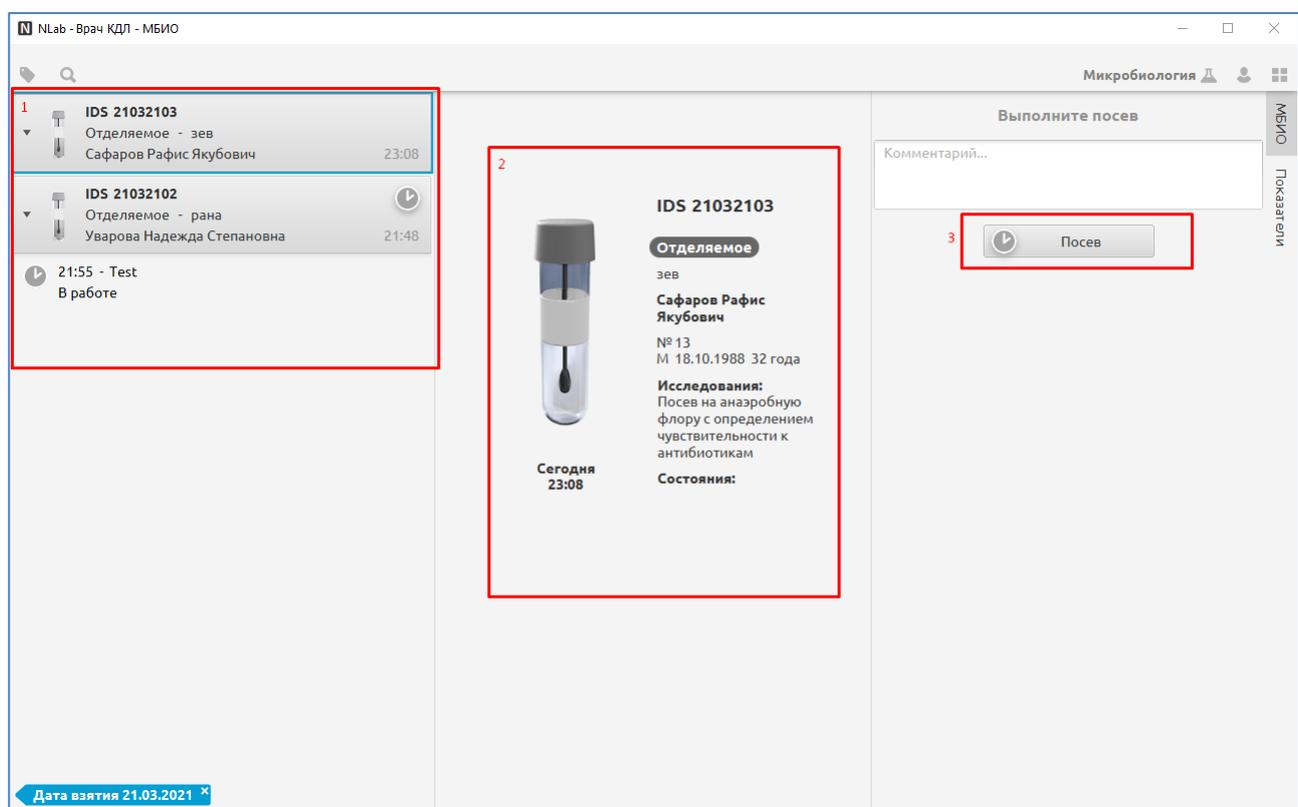

Рис. 103
1. Выберите пробу в левой части окна (№1 на Рис. 103). В средней части окна (№2 на Рис. 103) отобразится информация о пробе, в правой части нажмите кнопку «Посев» (№3 на Рис. 103).